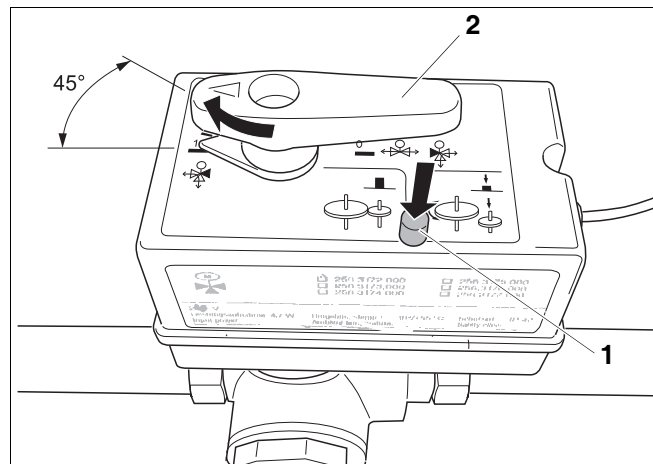

Рис. 60 Установка трёхходового клапана в среднее положение
- Если имеется бак-водонагреватель, то установите механический переключатель на трёхходовом клапане в среднее положение (рис. 60). Для этого держите кнопку (рис. 60, поз.1) нажатой и поверните рычаг (рис. 60, поз.2) на 45°.